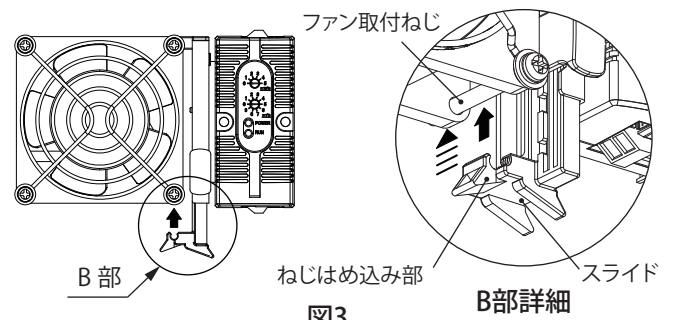

図3
4. スライドのねじはめ込み部を、ファン取付ねじにカチッと音がするまではめ込んでください。(図 3)